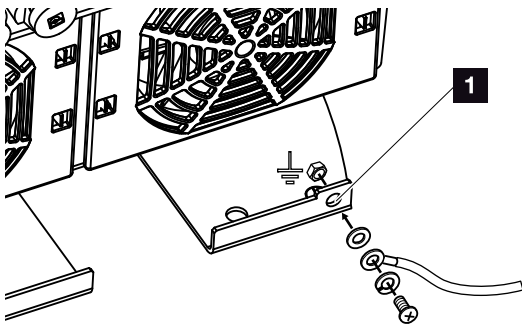

Fig. 25: Connessione PE esterna specifica del paese
nato sull'involucro (esterno). Fig. 25, pos. 1